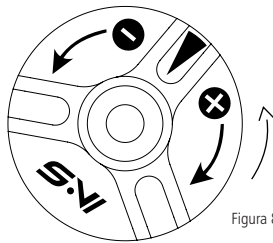

Figura 8
4. Si no ha alcanzado el comportamiento esperado, gire el regulador en el sentido de las agujas del reloj de nuevo para que el sistema sea más firme o en sentido contrario a las agujas del reloj (Figura 8) para que el sistema sea más sensible a la amortiguación por impactos;